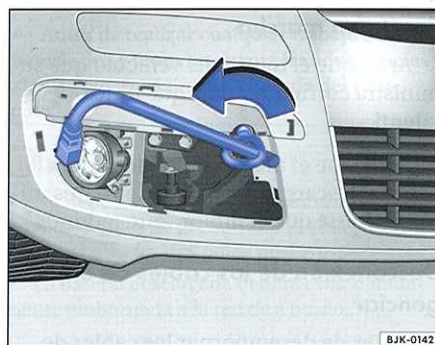

Fig. 49 Argolla de remolque enroscada en la parte derecha del paragolpes delantero
- Enrosque la argolla de remolque en el alojamiento girándola el máximo posible hacia la izquierda ⇒ fig. 49. Utilice la llave de rueda para apretar la argolla de remolque.